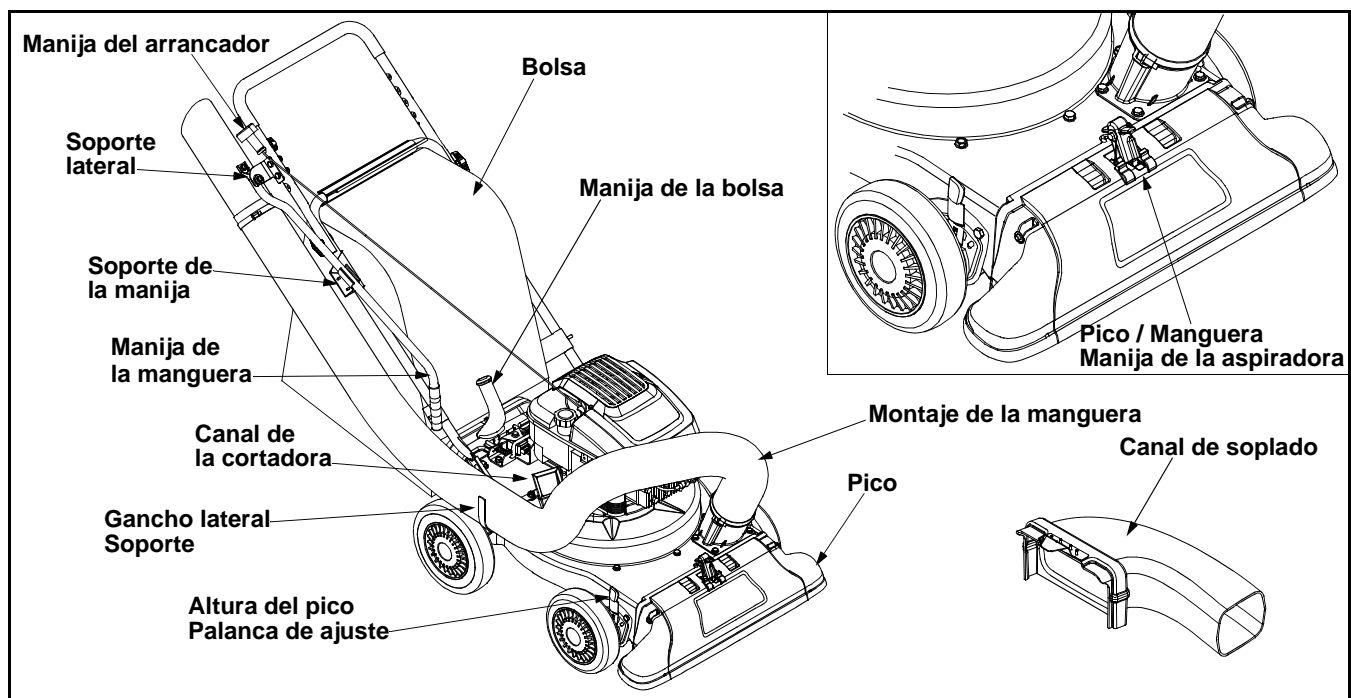

Figura 6
- Conecte la manija de la manguera ubicada cerca del extremo con pico de la misma al soporte lateral de la manija superior. Consulte Figura 6.
- Una a presión la manija de la manguera con el soporte de la manija inferior para ajustarla en su lugar y coloque el caño de la manguera en el gancho del soporte lateral que se encuentra próximo al canal de la cortadora. Consulte Figura 6.
Lea este manual de operación y las reglas de seguridad antes de poner la aspiradora para patios en funcionamiento. Compare las ilustraciones en Figura 6 con su unidad para familiarizarse con la ubicación de los distintos controles y ajustes. Guarde este manual para referencias futuras.